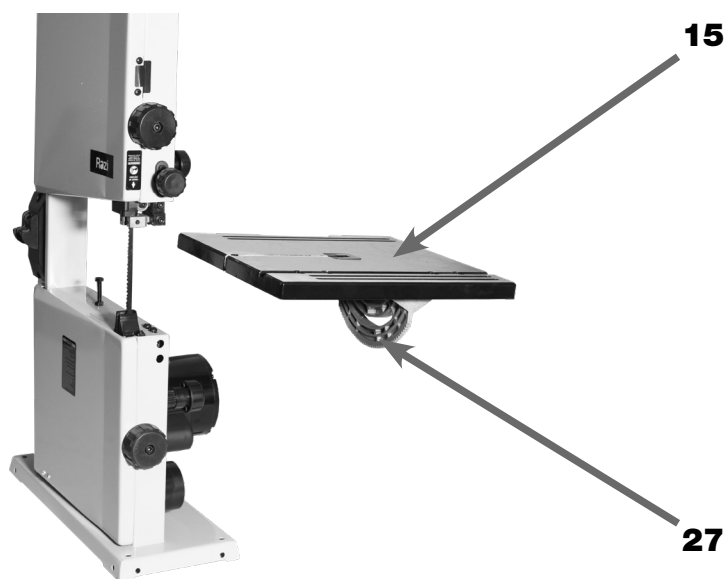

FIGURA 15 – Posicionamento da Mesa de Corte
6. POSICIONAR a Mesa de Corte (15) com o Suporte Giratório (27), de acordo com a figura 15;